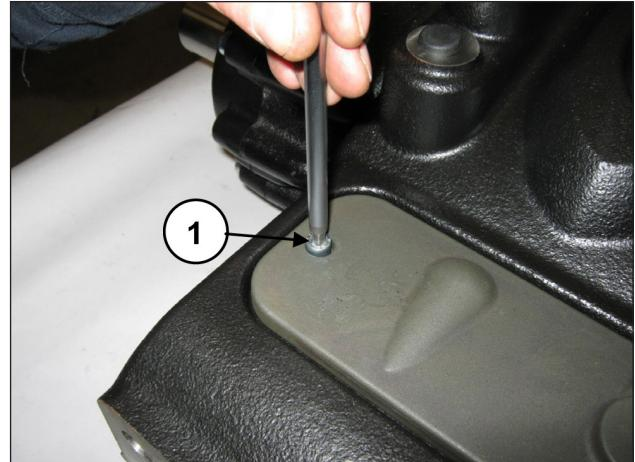

Fig. 153
Déposer le couvercle d'inspection supérieur en desserrant les 2 vis de fixation (rep. ①, Fig. 153).